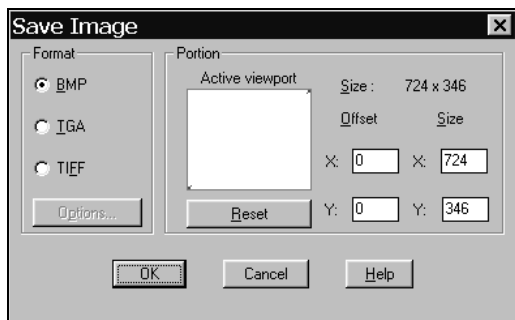

Рис. 10.30. Диалоговое окно **Save Image**
5. В диалоговом окне **Save Image** (Сохранение изображения) (рис. 10.30) с помощью переключателя **Format** (Формат) выбрать формат файла BMP, TGA или TIFF.